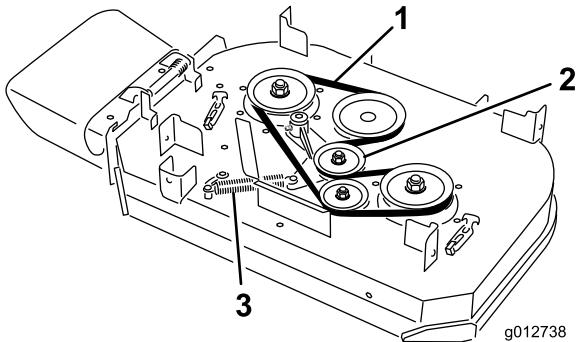

Figura 62
4. Desenganche el muelle de la clavija del brazo de la polea tensora (Figura 62).
5. Retire la correa usada del cortacésped (Figura 62).
6. Instale la correa nueva alrededor de la polea del embrague, las poleas de la carcasa y la polea tensora (Figura 62).
7. Enganche el muelle en la clavija del brazo de la polea tensora (Figura 62).
5. Retire la correa derecha de la carcasa de corte (Figura 62).
- Desenganche el muelle de la clavija del brazo de la polea tensora (Figura 62).
- Retire la correa usada del cortacésped (Figura 62).
- Instale una correa nueva alrededor de las poleas de la carcasa, la polea del embrague y la polea tensora (Figura 62).
- Instale la correa que retiró anteriormente o una correa nueva alrededor de las poleas de la carcasa y la polea tensora (Figura 62).
- Enganche el muelle en la clavija del brazo de la polea tensora (Figura 62).